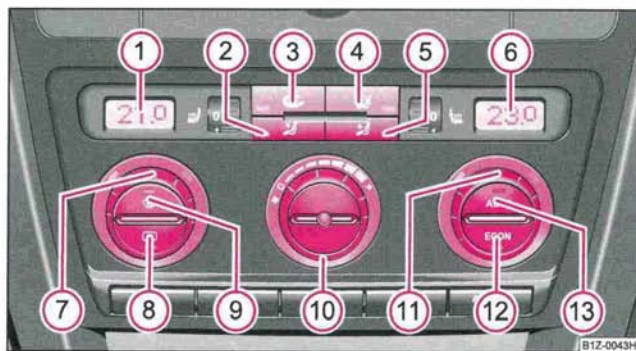

Fig. 123 Climatronic: Eléments de commande
- Appuyez sur la touche **AUTO** ⇒ page 134, fig. 123.
Appuyez et maintenez les touches **ECON** et **AUTO** ⇒ page 134, fig. 123. L'écran affiche les chiffres conformément à l'unité de mesure de température désirée.
- Appuyez sur la touche  ⇒ page 134, fig. 123.
Si le pare-brise s'embue appuyez sur la touche  **9** ⇒ page 134, fig. 123. Une fois le pare-brise désembué, appuyez sur la touche **AUTO**. ■
- Réglez à gauche (diminution de la vitesse de la soufflante) ou à droite (augmentation de la vitesse de la soufflante) au moyen du régulateur rotatif **10** ⇒ page 134, fig. 123.